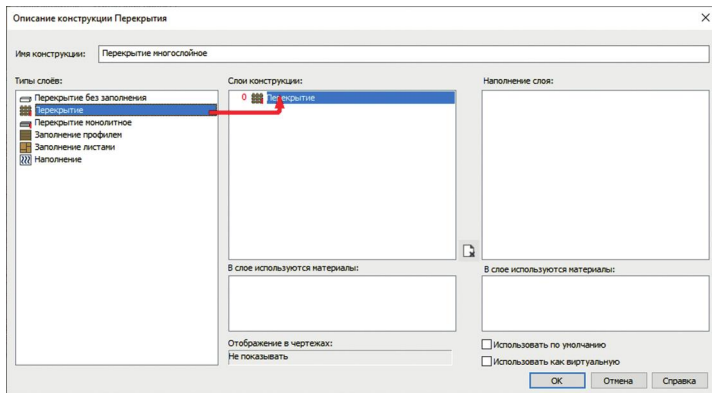

рис. 180
3. Дважды щелкните левой кнопкой мыши на нижней (пустой) строчке таблицы справочника. Откроется карточка **Описание конструкции перекрытия** (см. рис. 180, стр. 76)
5. В поле **Типы слоев** нажмите левой кнопкой мыши на элементе **Перекрытие** и, не отпуская кнопку, перетащите его в поле **Слои конструкции** (рис. 180).